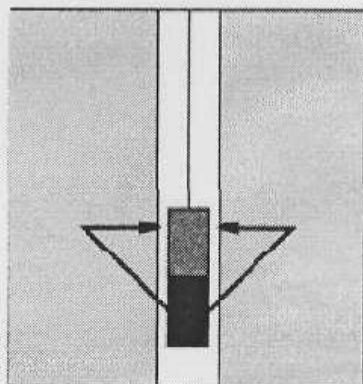

Рисунок 1. Измерительная схема с одним колодцем
– в уровнемерах-плотномерах SmartScan S391X реализована измерительная схема с одним колодцем. В данной измерительной схеме происходит отслеживание изменения уровня гамма-излучения, отражающегося от измеряемого продукта. Источник и приемник находятся в одном колодце (рисунок 1).